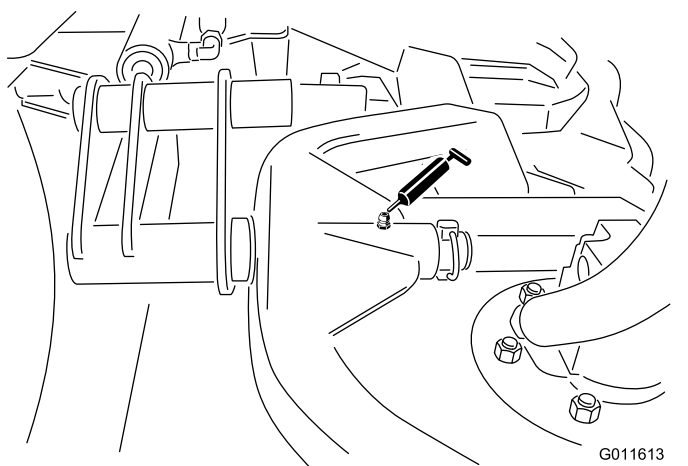

**Figura 47**
- Cilindros del brazo de elevación de la unidad de corte (2 en cada)—Figura 47
- Pivotes del brazo de elevación (1 en cada)—Figura 47